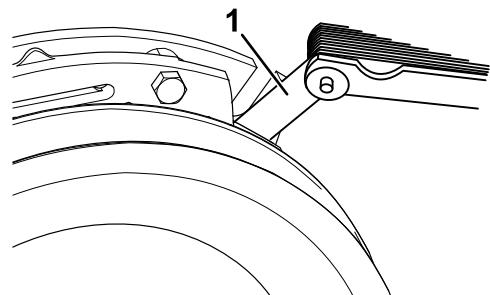
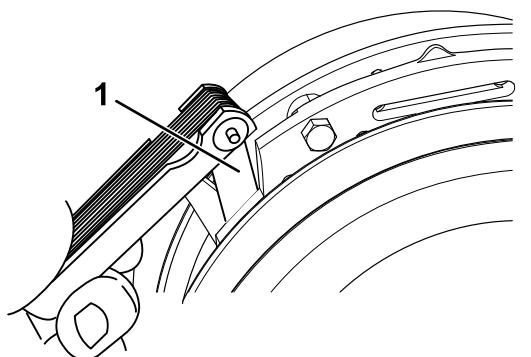

Figura 59
Figura 60
- E. Usando una galga de 0.254 mm (0.010"), compruebe la presencia de un espacio entre el rotor y la cara de la armadura en ambos lados del polo del freno, según se indica en Figura 59 y Figura 60.